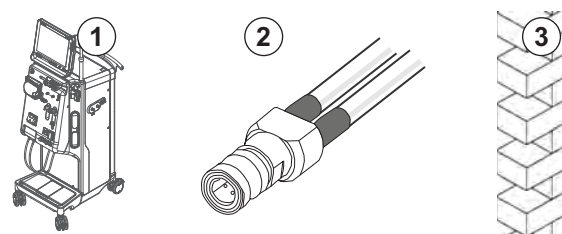

Fig. 4-5 Opção 2: conector de entrada de água Aquaboss para o tubo anelado
- Opção 1: 2 conectores de tubo fêmea (Fig. 4-5, ② , ④), diâmetro interno ou tubo flexível de 9 mm, material 1.4571 EPDM
- Opção 1: 1 conector de fecho macho ⑤ , material 1.4571 EPDM
- Opção 2 (disponível tubo anelado): tubo anelado secundário com espaço morto livre do adaptador duplo P-Y (Fig. 4-5, ②)
Opção 2: utiliza-se um tubo anelado. Os tubos que saem e entram da parede são fixos ao conector fêmea (Fig. 4-5, ②).
1. Adapte o conector fêmea ② diretamente ao equipamento de diálise.